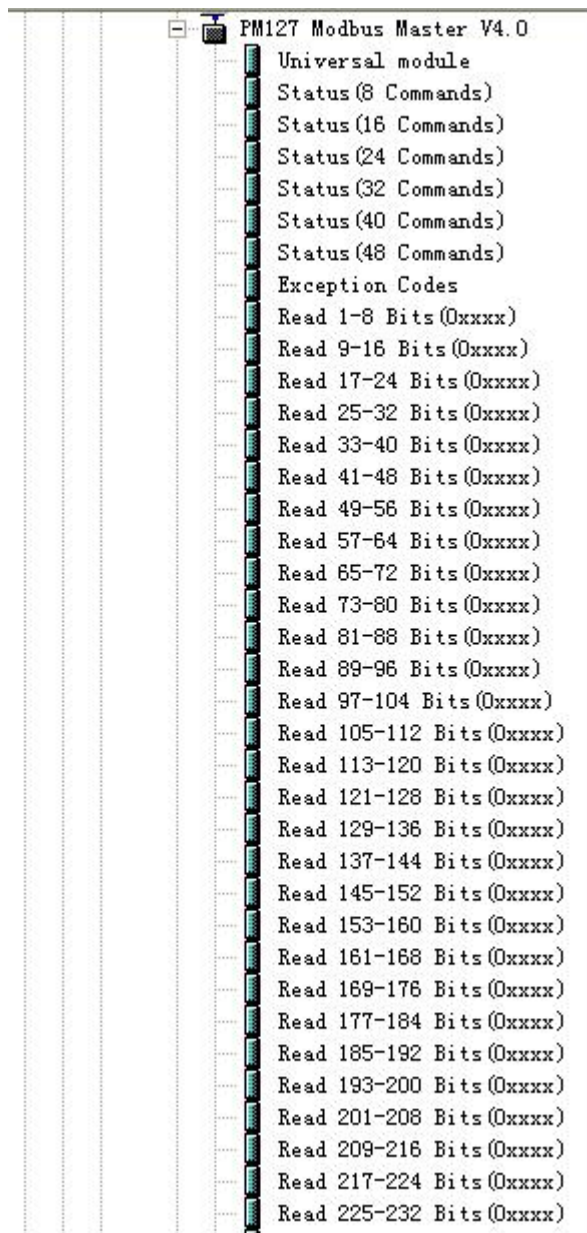

图 8
- 在菜单栏中选择 Options->Update Catalog, 在 Device 目录中更新所注册的设备, 您可以在右侧窗口 /PROFIBUS DP/Additional Field Devices/Converter/找到您注册的设备, 如图 8 所示: